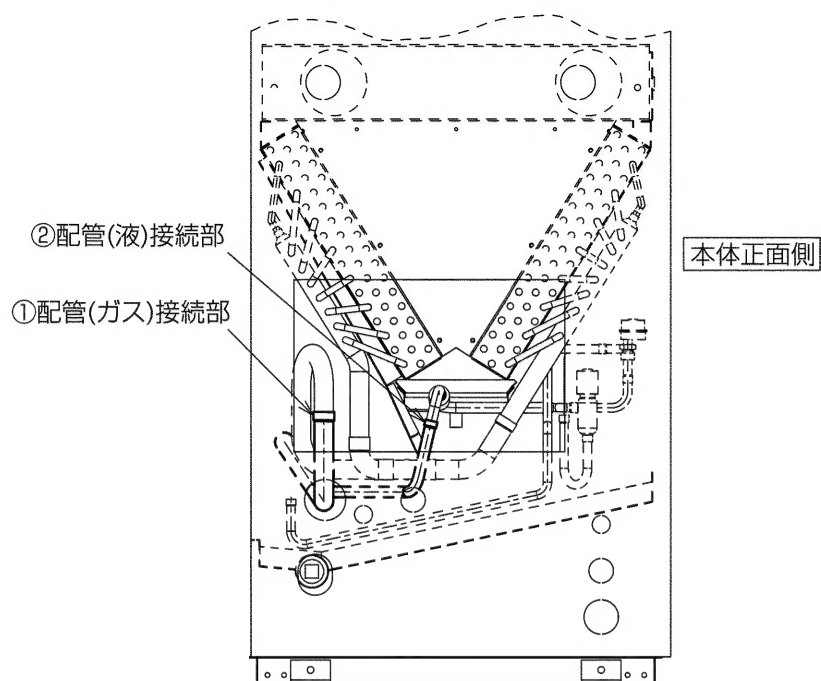

図 3
- 9) 左サイドパネルのサービス点検口より、各配管接続部をロウ付けしてください。…図 3